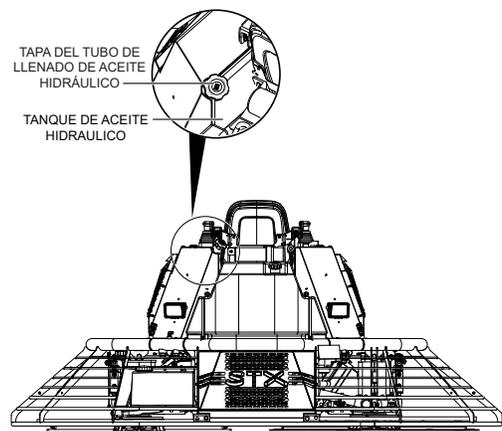

Figura 14. Comprobación y llenado del aceite hidráulico
2. Inspeccione visualmente el tanque de aceite hidráulico (Figura 14). Para una operación normal, el nivel de fluido debe ser visible cuando se quita la tapa del tubo de llenado.